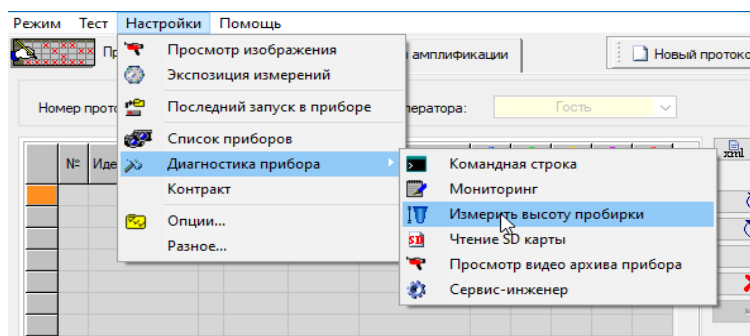

Рис.89 Запуск изменения высоты пробирки
- выберите команду **Настройки/Диагностика прибора/Измерить высоту пробирки** (Рис.89), и дождитесь сообщения, показанного на Рис.90;